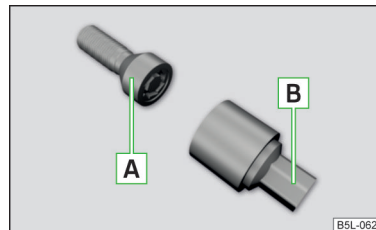

Fig. 345
Les boulons de roues antivol protègent vos roues contre le vol. Ceux-ci peuvent être **déserrés/serrés** uniquement avec la pièce de rehausse **B** » fig. 345.
- Enfoncez la pièce de rehausse **B** » fig. 345 jusqu'à la butée sur le boulon de roue antivol **A**.
- ▶ Enfoncez la clé démonte-roue jusqu'en butée sur le boulon de roue. Pour les boulons de roues antiviol, utilisez la pièce de rehausse correspondante » fig. 345 à la page 313.